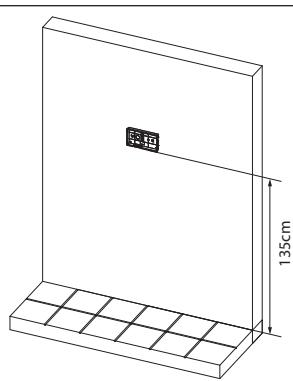
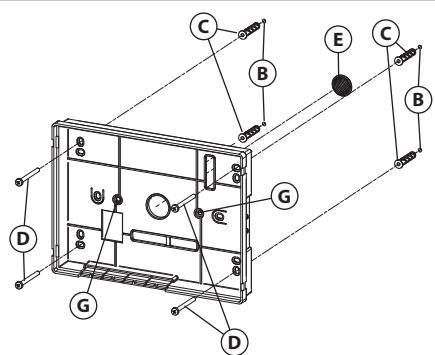

Fig. 3
Fig. 4
3. Poser la base de l'interphone vidéo sur le mur à une hauteur de 135 cm environ (**Fig. 3**) du plancher fini et prendre les références pour les trous de fixation **(B)** (**Fig. 4**), en considérant que les conducteurs **(E)** (**Fig. 4**) doivent passer à travers l'ouverture **(F)** (**Fig. 4**). Si le boîtier encastrable 503 est utilisé pour la sortie murale des conducteurs, le murer en position verticale en laissant environ 140 cm entre la base et le plancher fini.
4. En consultant la **Fig. 4**, réaliser les trous **(B)**, y insérer les chevilles à expansion **(C)** et fixer la base de l'interphone vidéo au mur à l'aide des vis **(D)** en prenant soin de passer les conducteurs **(E)** à travers la fente **(F)**. Si le boîtier encastrable 503 a été utilisé, fixer la base sur le mur par les trous **(G)** (lentement avec les languettes de fixation du 503) en utilisant les vis **(D)**.